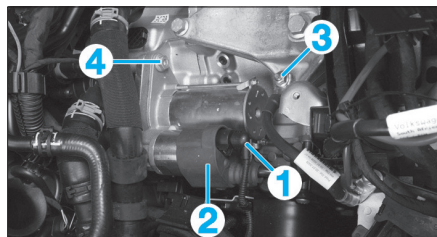

Fig. 6
- Débrancher le connecteur (1) (Fig.6).
- Dissocier le cache de protection (2) du solénoïde.
- Si nécessaire déposer le câble de masse (3).
- la vis de fixation (4) supérieure du démarreur.